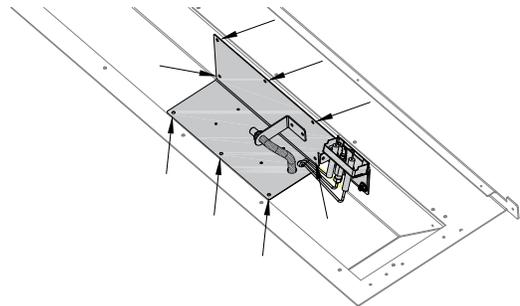

Figure 9.6 - Retrait et installation du panneau de contrôle
5. Retirez le brûleur et son plateau à braises (4 vis), tel que montré à la Figure 9.6. Ensuite, retirez le tube à venturi de l'orifice du brûleur, puis sortez complètement du foyer le brûleur et son plateau à braises.
10. Retirez et conservez les (8) vis de fixation du panneau de contrôle.